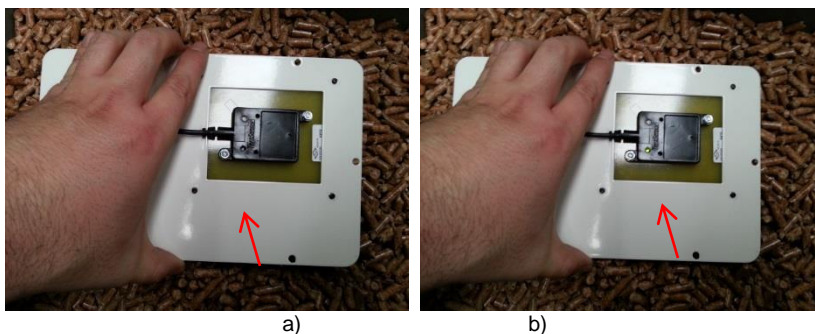

Figura 28 – Regulação da sensibilidade do sensor
- De seguida, com a luz do sensor fique acesa, deverá afastar o sensor dos pellets e verificar que a luz se apaga (Figura 28-a) e voltar a aproximar e verificar que a luz se acende quando se aproxima dos pellets (Figura 28-b)